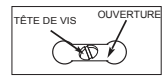

fig.1
Aligner les trous de serrure (E) sur les vis de montage (A) et pousser la verrière vers le haut. Tourner la verrière (B) jusqu'à ce que la tête de vis soit au centre de l'ouverture (voir fig.1) et serrer la vis de montage pour fixer la verrière à la surface de montage.